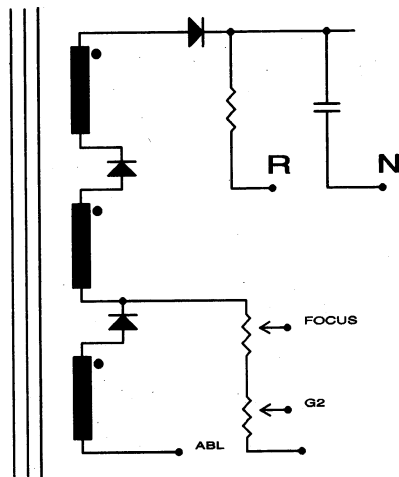

Fig. 4
d) Au cas où il existerait des points de connexions libres comme R et N (Fig. 4), ils devront être obligatoirement reliés à la masse afin d'éviter des décharges électriques.